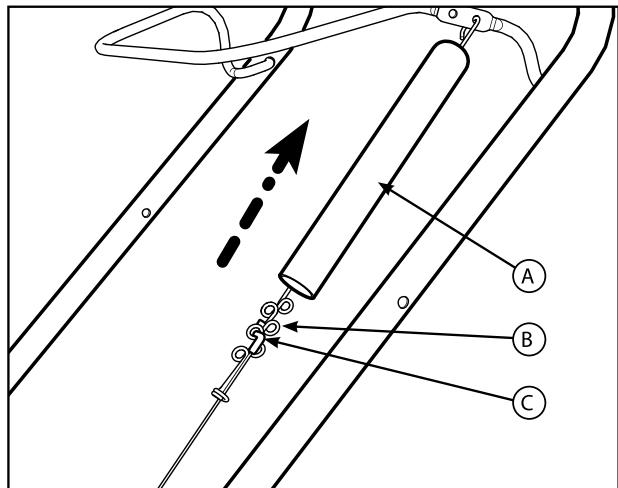

Рис. 16
2. Сдвиньте оболочку тросика (A, рис. 16),